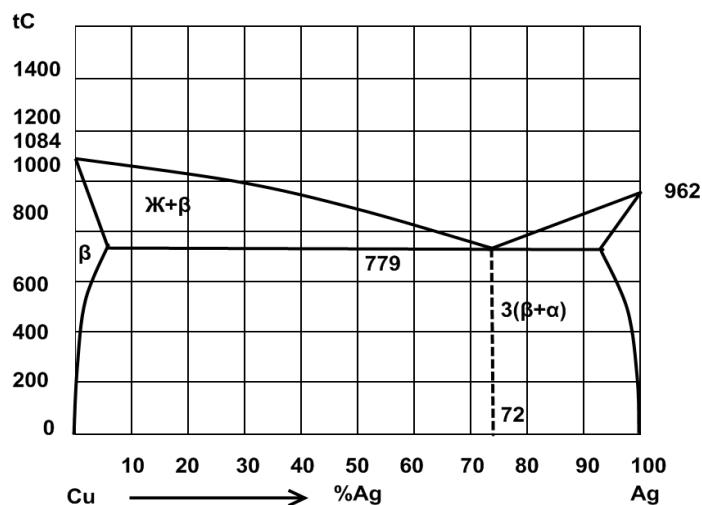

Рис. 3. Диаграмма состояния медь — серебро (Cu — Ag)
2. Вычертите диаграмму состояния системы медь — серебро. Опишите взаимодействие компонентов в жидком и твёрдом состояниях, укажите структурные составляющие во всех областях диаграммы состояния и объясните характер изменения свойств в данной системе с помощью правила Курнакова (рис.3).